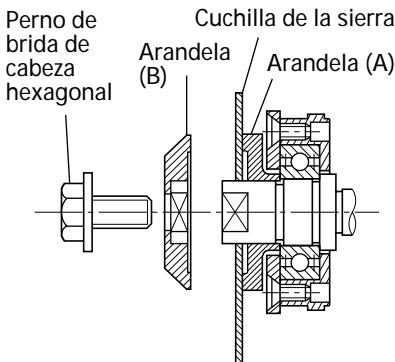

Fig. 17
(1) Quite completamente las virutas que se hayan acumulado en el husillo, perno y arandela.
(2) Para montar la cuchilla de la sierra, los lados cóncavos de ambas arandelas, (A) y (B), deberán colocarse en los lados de la cuchilla de la sierra. Monte la cuchilla de la sierra en el husillo y fije finalmente la arandela (B) (consulte la Fig. 17).
(3) Para asegurar una dirección de giro apropiada de la cuchilla de sierra, la dirección de la flecha de la cuchilla de la sierra deberá coincidir con la dirección de la flecha de la cubierta de la cuchilla.
(4) Utilizando los dedos, apriete todo lo posible el perno hexagonal que retiene la cuchilla de la sierra. Y luego presione la palanca de bloqueo, bloquee el husillo y apriete a fondo el perno.
(5) Confirme que la palanca de bloqueo esté en la posición original.